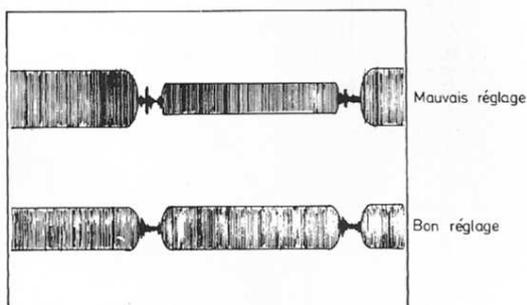

Fig. 2
- Brancher l'oscilloscope sur le picot 13 du TDA 3591 (602).
- Régler le potentiomètre 637 pour égaliser l'amplitude de deux lignes successives (voir Fig. 2).